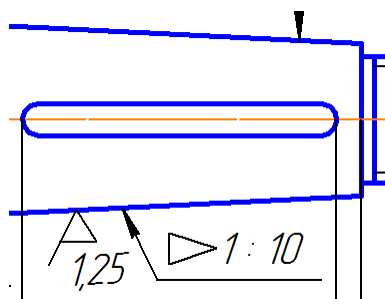

Рис. 48. Фрагмент чертежа с нанесённой конусностью
- на **Специальной панели управления** нажмите кнопку **Создать объект**. На полке линии-выноски появится обозначение конусности (рис. 48).